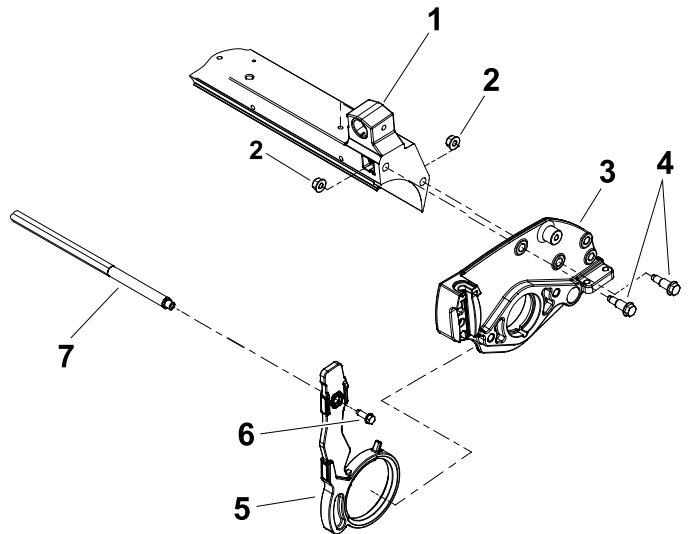

Figura 12
2. Deslize cuidadosamente a placa lateral com o novo braço inclinado para o conjunto do cilindro de corte (Figura 12).
3. Instale os parafusos com olhal e porcas flangeadas para prender a placa lateral à travessa (Figura 12).
5. Posicione a ligação cruzada nos braços inclinados e prenda com dois parafusos de cabeça de anilha (Figura 12).